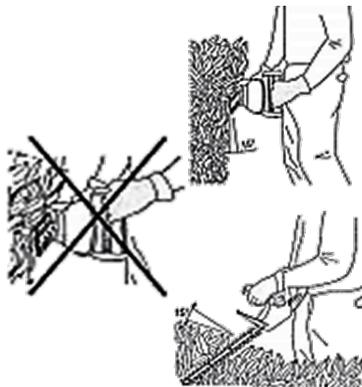

Рисунок 2
4.2.6 Для досягнення найкращих результатів, тримайте кущоріз таким чином, щоб кут між різальними ножами й кущами був приблизно 15 градусів (дивіться рисунок 2).